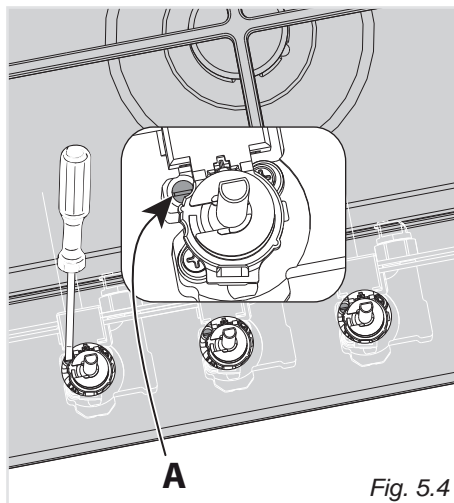

Fig. 5.4
- Con un cacciavite piatto ruotare la vite "A" fino alla corretta regolazione (fig. 5.4).